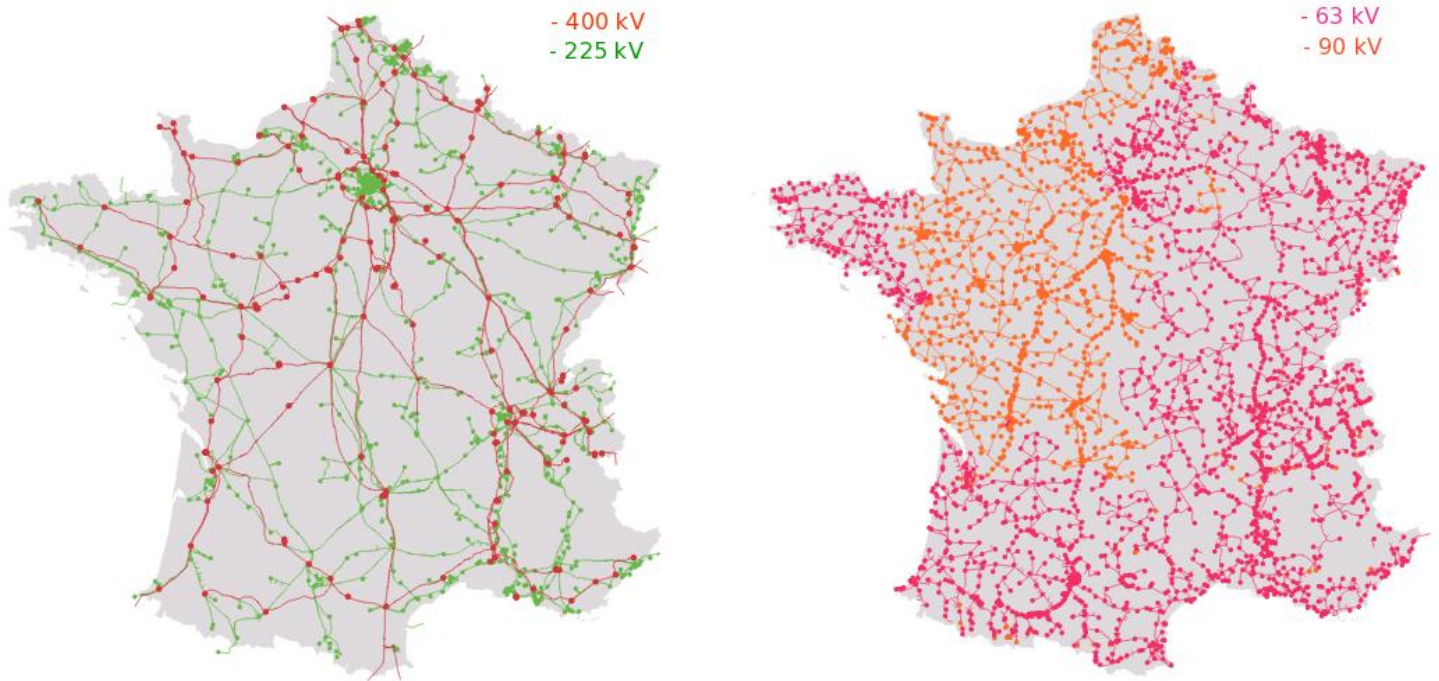

Figure 1 : Carte des lignes 400 kV, 225 kV, 63 kV et 90 kV au 31 décembre 2018, source [1]
Le **réseau de répartition** transporte ensuite l'électricité des grandes zones de consommation vers les centres de distribution régionaux ou locaux à haute tension (HT) 63 et 90 kV (figure 1). En France, c'est l'entreprise RTE qui est l'unique gestionnaire de ces réseaux [1][4] (en anglais gestionnaire du réseau de transport électrique = Network of Transmission System Operators for Electricity, NTSOE). Toute cette gamme de tensions rentre dans la catégorie HTB (> 50 kV).